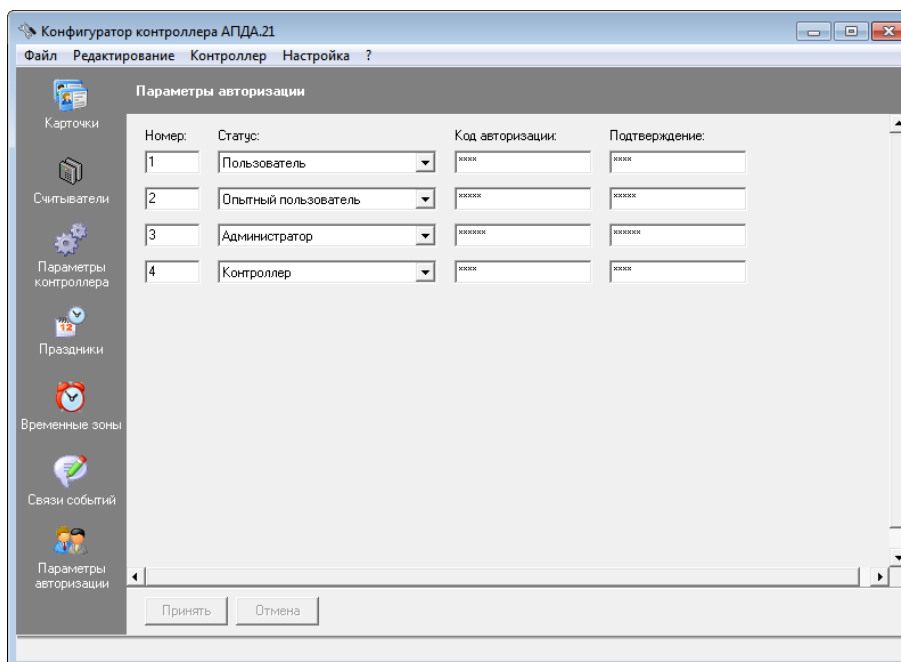

Рисунок 425 - Окно "Параметры авторизации"
- 10) При необходимости измените параметры авторизации при обмене по сети. Для этого выберите пункт меню "Редактирование/Параметры авторизации", в открывшемся окне "Параметры авторизации" (см. Рисунок 425) отредактируйте коды авторизации и нажмите кнопку "Принять".